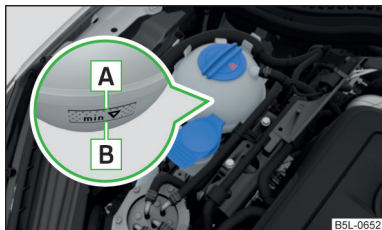

Fig. 161
Para rellenar, utilice solamente aquel líquido refrigerante cuya designación se encuentre en el depósito de compensación del líquido refrigerante » fig. 161 de la página 219.
- No rellene el depósito de líquido refrigerante por encima de la marca  » fig. 161 de la página 219.
El depósito de compensación de líquido refrigerante se encuentra en el vano motor » fig. 161.
➤ Compruebe el nivel de líquido refrigerante en el depósito de compensación del mismo » fig. 161.